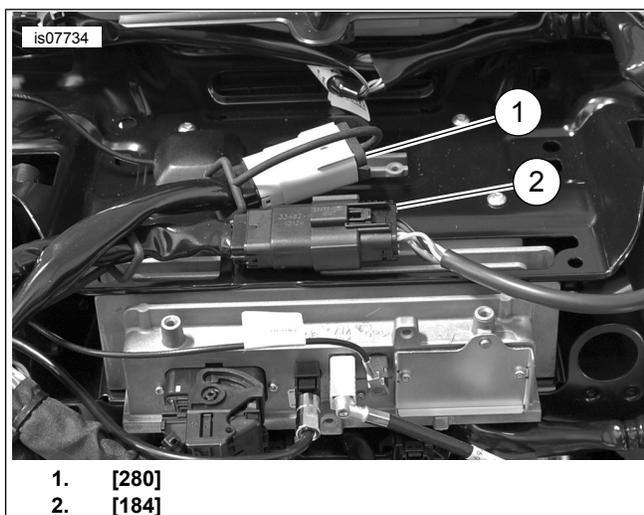

Figure 2. [280] et [184]
7. Voir la Figure 2. Libérez les ancrages de connecteur pour les connecteurs [184] et [280] du support de la radio.